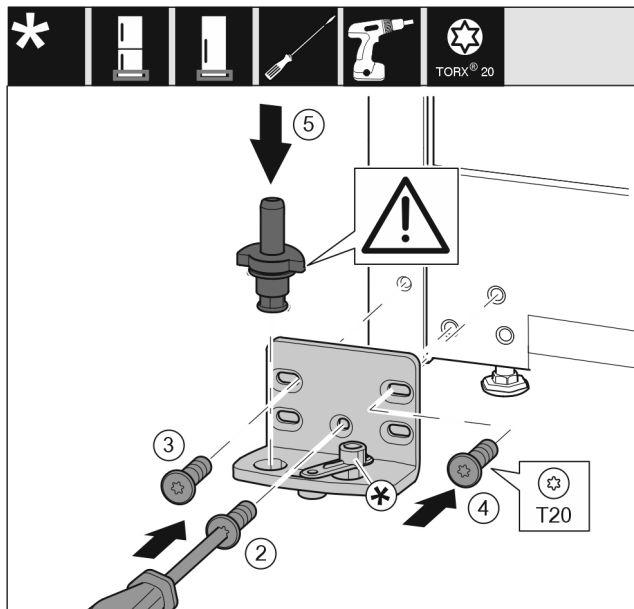

Fig. 17
- ▶ Aplicați suportul de lagăr pe partea opusă și înșurubați-l cu ajutorul unei șurubelnițe T20. Începeți cu șurubul 2 de jos din centru. Fig. 17 (2)
- ▶ Înșurubați ferm șurubul 3 și 4. Fig. 17 (3,4)
- ▶ Introduceți complet bolțul de lagăr. Aveți grijă aici ca respectiva camă de cuplare să fie îndreptată către înapoi. Fig. 17 (5)